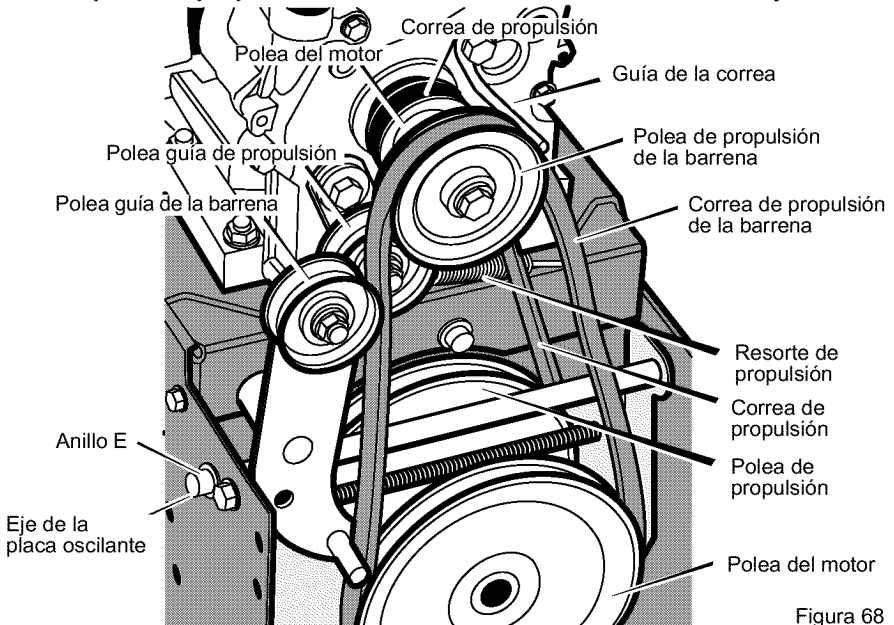

Figura 68
3. Afloje la tuerca de la polea guía de la barrena y mueva esta última hacia la correa un octavo de pulgada aproximadamente (3 mm) (Figura 68).
- Afloje la **guía de la correa**. Separe la **guía de la polea de propulsión de la barrena** (Figura 68).
3. Quite el **anillo E** de uno de los extremos del **eje de la placa oscilante**. Quite este **eje** para que la placa oscilante gire hacia adelante (Figura 68).